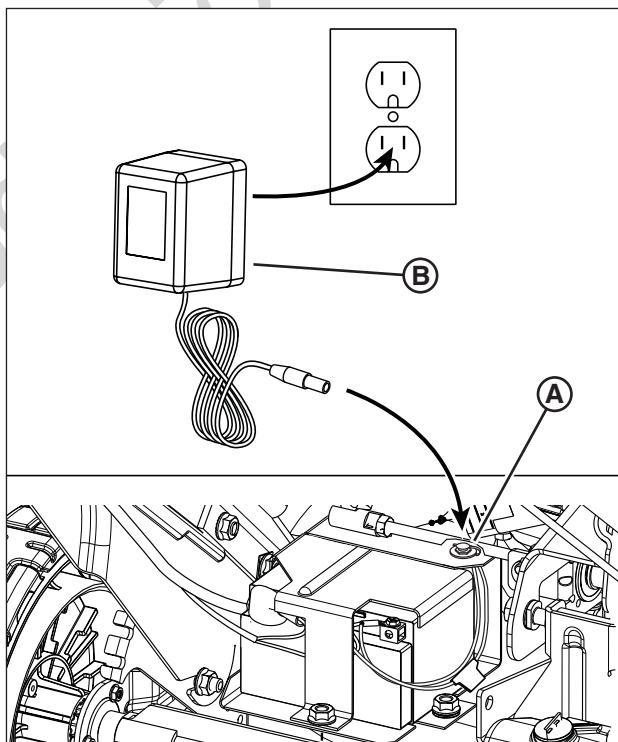

Figura 13: Carga de la batería
1. Retire la tapa para el polvo de la toma del cargador (A, Figura 13).
2. Enchufe el cargador de la batería (B) en la toma del cargador.